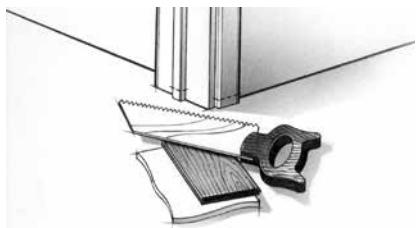

Fig. 1
2. Las molduras y las jambas de las puertas se deben recortar por debajo para permitir que el piso se mueva libremente. Utilice una pieza de madera de desecho para apoyar la hoja de la sierra a la altura adecuada para recortar por debajo (Fig. 1)